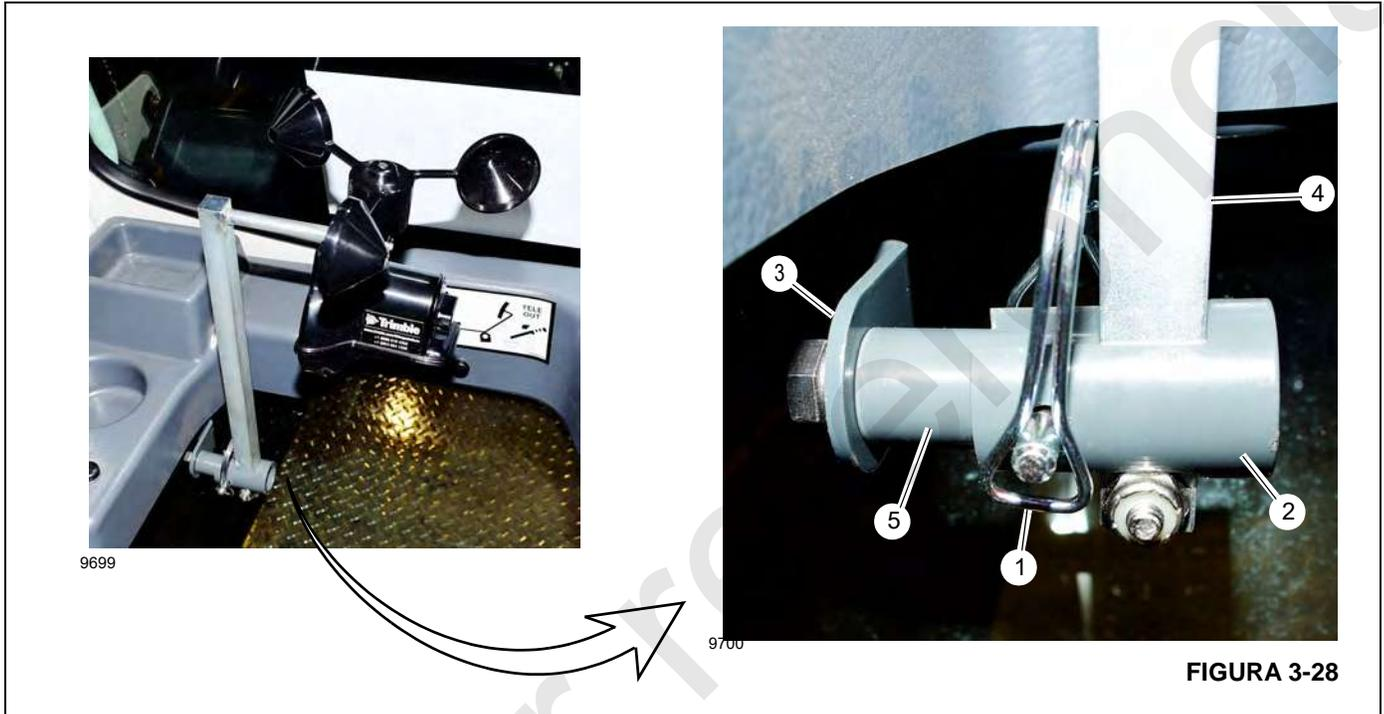

FIGURA 3-28
2. En la cabina, retire el pasador de seguridad (1, Figura 3-28) y el buje (2) de la escuadra de almacenamiento del anemómetro (3).
3. Instale el mástil del anemómetro (4) en el retenedor de varilla (5).
4. Instale el buje (2) en el mástil (4) y en el retenedor de varilla (5). Alinee el buje y los agujeros del retenedor de modo que el pasador de seguridad pueda instalarse.
5. Instale el pasador de seguridad en el buje (2) y en los agujeros del retenedor (5) para fijar el mástil del anemómetro (4). Fije el pasador (1) con la pinza de seguridad.